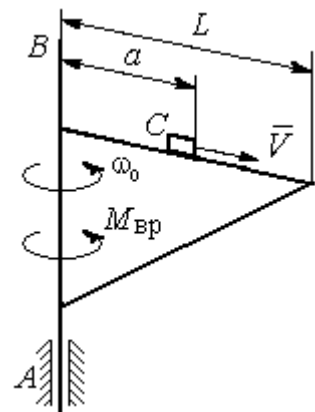

Рис. 5.5. Поворотный кран
**Задача 56.** Тележка  $C$  поворотного подъёмного крана (рис. 5.5) движется с постоянной относительно стрелы скоростью  $V = 0,5$  м/с. Длина стрелы